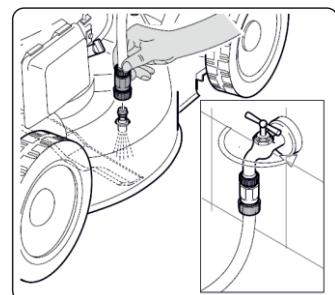

РИС.4
5. Левой рукой прижмите рычаг остановки двигателя к рукоятке (Рисунок 4).